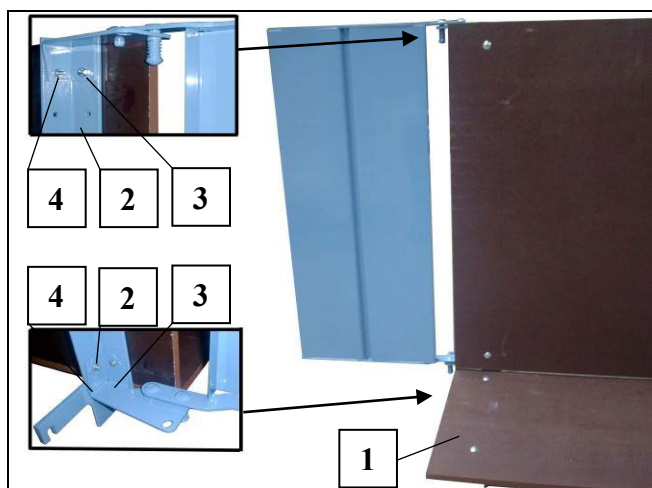

Fig. 41 Assemblage du plateau universel.
- Installer le protecteur latéral pliant (5) (siehe Fig. 41)
- Placer la ridelle (6) par le haut sur le profil support avec deux boulons (7) pour chaque ridelle.